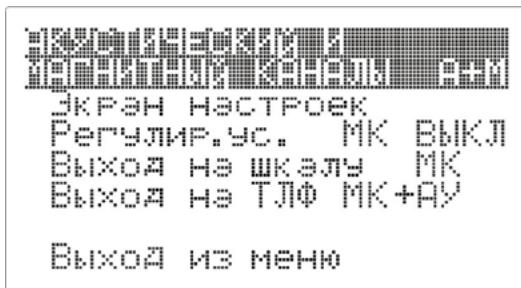

Рисунок 14 – Экран меню режима «A+M»
4.10.6 Экран меню режима «А+М» (рис. 14).